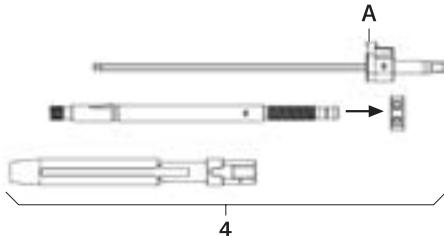

Рис. 2
- ▶ Демонтаж рукоятки для репозиции 4, см. Рис. 2: Сильно нажать кнопку А и извлечь отвертку FW234R.